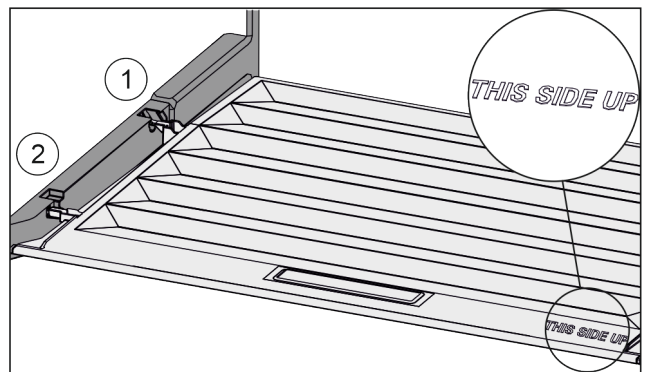

Fig. 34
- ▶ Dekselranden via de opening van de achterste houder *Fig. 34 (1)* aanbrengen en van voren in de houder *Fig. 34 (2)* klikken.